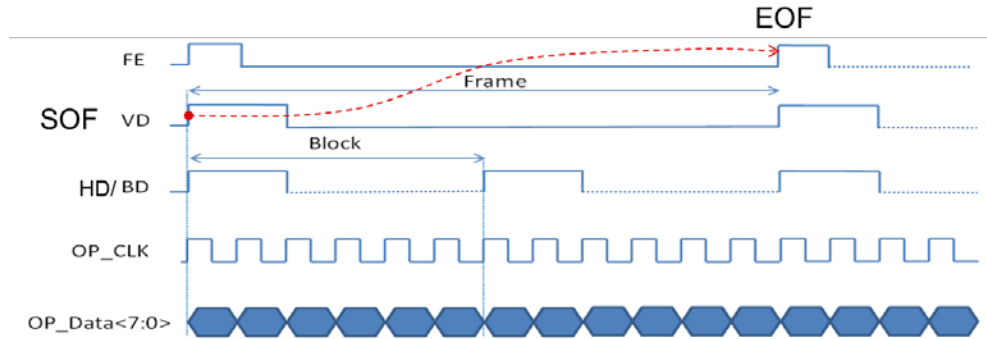

图 16: 8 通道通用并口时序
**8 通道通用并口模式：**除了 DVP 功能外，增加 FE 信号标记最后一个字节传输完成，如下图 16。